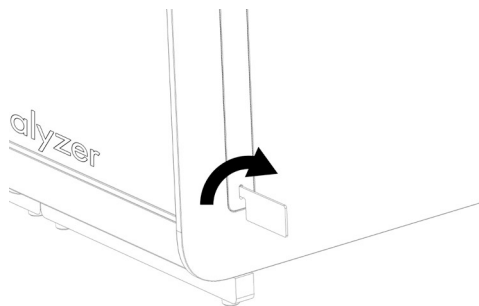

图 5. 拆卸防护罩。
2. 使用 QIAstat-Dx Analyzer 1.0 随附的防护罩拆卸工具拆卸分析模块侧面的防护罩（下一页图 5）。